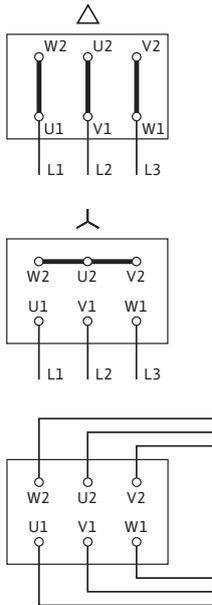

Fig. 11: Alimentation réseau
- Le schéma de raccordement électrique se trouve dans le couvercle de la boîte à bornes (voir aussi fig. 11).
- L'alimentation réseau de la plaque à bornes dépend de la puissance du moteur P_2 , de la tension d'alimentation et du démarrage. Pour le couplage nécessaire des ponts de liaison dans la boîte à bornes, se reporter au tableau suivant et à la fig. 11.